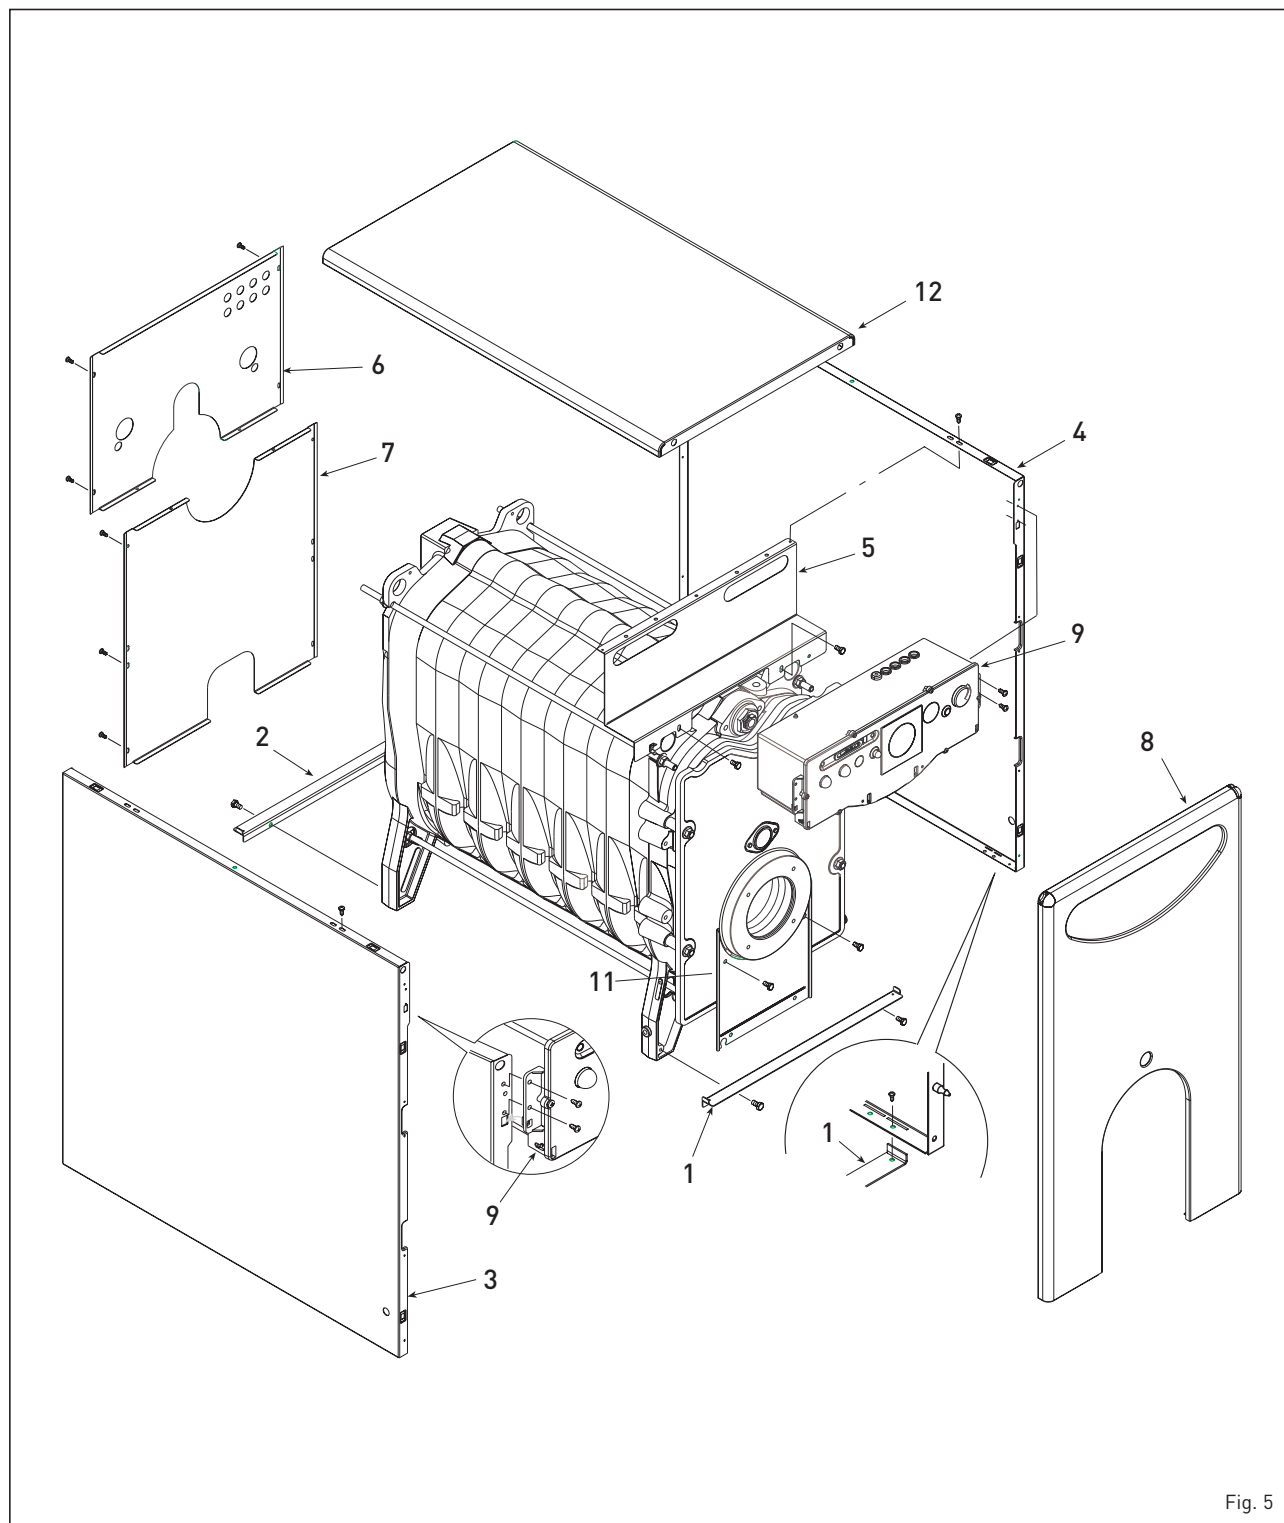

Fig. 5
2.5 MONTAGE DE LA JAQUETTE "RONDÒ ErP" (fig. 5)
Le montage des composants de la jaquette doit être réalisé selon le déroulement ci-dessous indiqué (fig. 5):